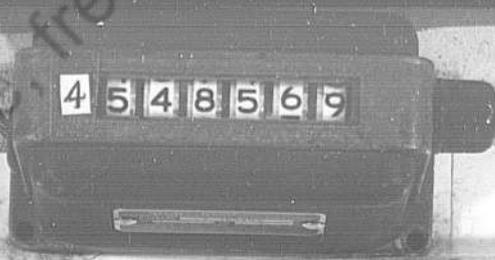

Bild 1
- Bild 1 Geschütz aus dem Fahrzeug herausgenommen, von hinten links